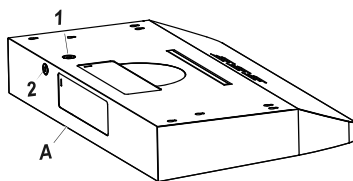

Fig. 10
- Utiliser le câble d'alimentation pour relier la hotte (A) directement à la boîte de jonction ou au disjoncteur. Seulement utiliser un câble en cuivre blindé flexible, ou non métallique gainé. Ne jamais utiliser de rallonge électrique ou de raccord pour cet appareil.
- Connecter un connecteur de conduit homologué UL ou approuvé par la CSA à chaque extrémité du câble d'alimentation électrique (à la hotte et à la boîte de jonction). Raccorder les deux fils de couleur de la hotte (A) aux fils correspondants de la source électrique : le noir au noir (sous tension), le blanc au blanc (neutre), et le vert/jaune au vert/jaune (mise à la terre). Utiliser soit le trou du haut (1) ou le trou arrière (2) de la hotte en fonction de votre type d'installation, voir figure 10.
- Choisir le trou défonçable de câblage électrique approprié à enlever selon votre type d'installation. Utiliser le trou supérieur (1) pour une installation de ventilation par le dessus et le trou arrière (2) pour une installation de ventilation par l'arrière. Voir Fig. 10.